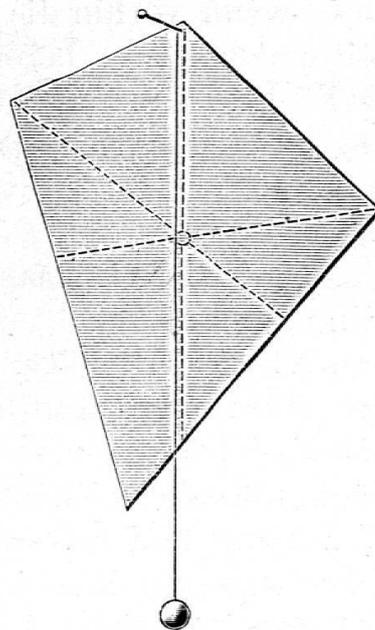

Fig. 1
**AUSFÜHRUNG.** 1. Bestimmung einer Schwerlinie (Fig. 1). Steckt die Nadel in der Nähe des Randes durch das Papier und erweitert durch Drehen das Loch etwas. Steckt die Fläche mit der Nadel an die Wand, doch so, dass sie frei schwingen kann. Hängt das Lot an die Nadel und bestimmt mit einem scharfen Bleistift genau die Stelle, wo der Faden den untern Rand der Papierfläche schneidet. Gebt Papier und Lot wieder frei und prüft nach, ob die Marke stimmt.